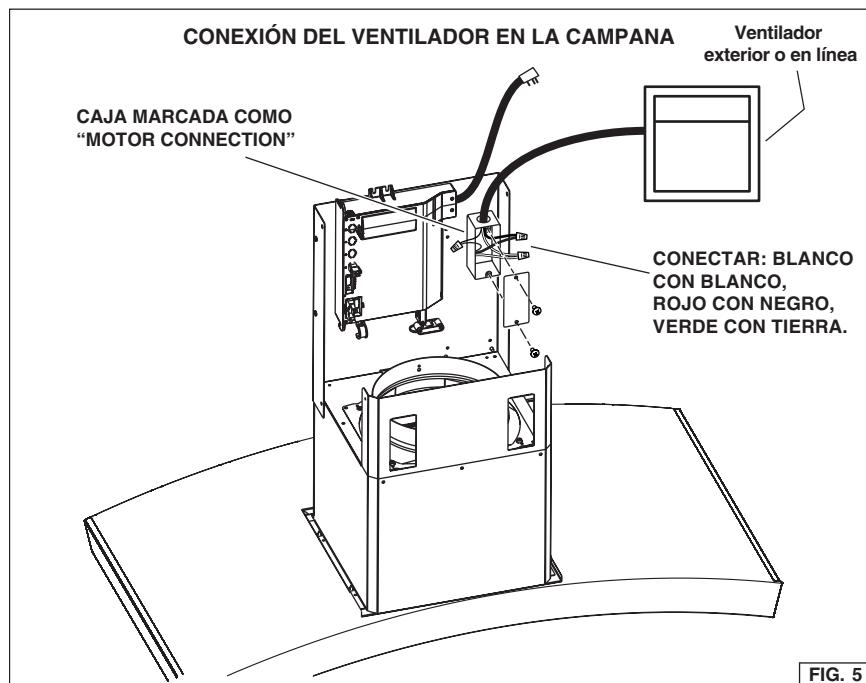

FIG. 5
- Instale una caja estándar de tomacorriente de pared de 2 x 4 pulg. (5.1 x 10.2 cm) y un receptáculo de 3 hojas de 125 V y 15 A con conexión a tierra. Fig. 5.